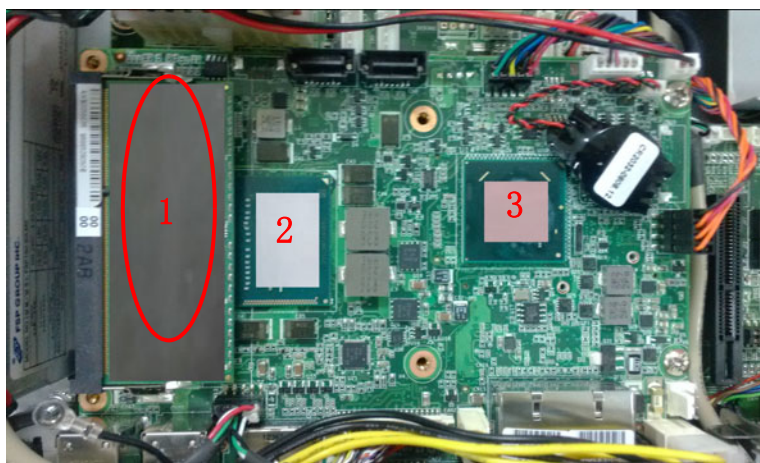

图 2.14:
- 在图 2.14 所示的红色框内插槽位置插入内存条，然后在附件盒中取出 CPU、QM77、内存的散热泥，分别贴在下图 1、2、3 对应的位置，然后安装好 CPU 散热片即完成内存的安装。